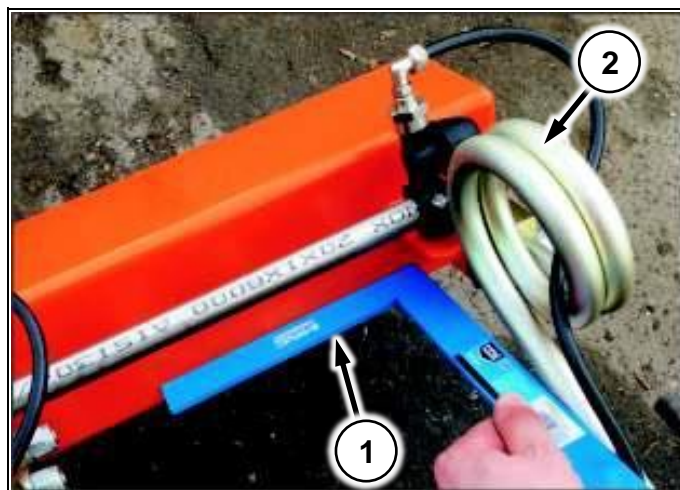

Рис. 166
2. Поднесите угольник (Рис. 166/1) к плоскости консоли
3. Поверните пружину в замке (Рис. 166/2) так, чтобы она стала параллельна угольнику.